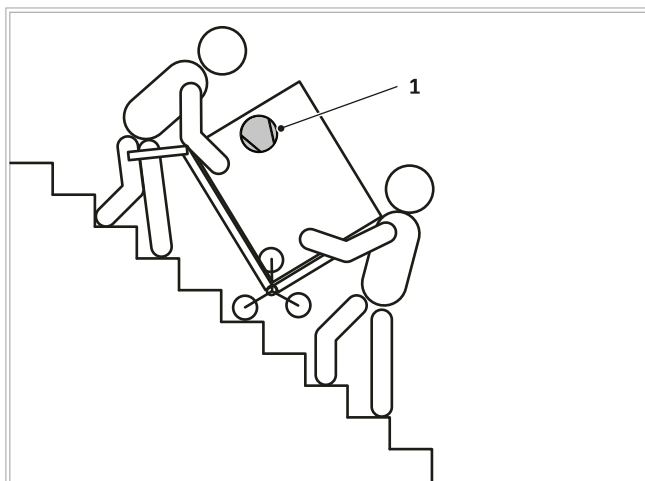

Fig. 2: Transporte en escalera con un carro
- Si se tiene que inclinar el aparato durante el transporte, esto solo puede tener lugar brevemente sobre uno de los lados longitudinales, el compresor, véase ➔ Fig. 2 (1), siempre se debe encontrar arriba.